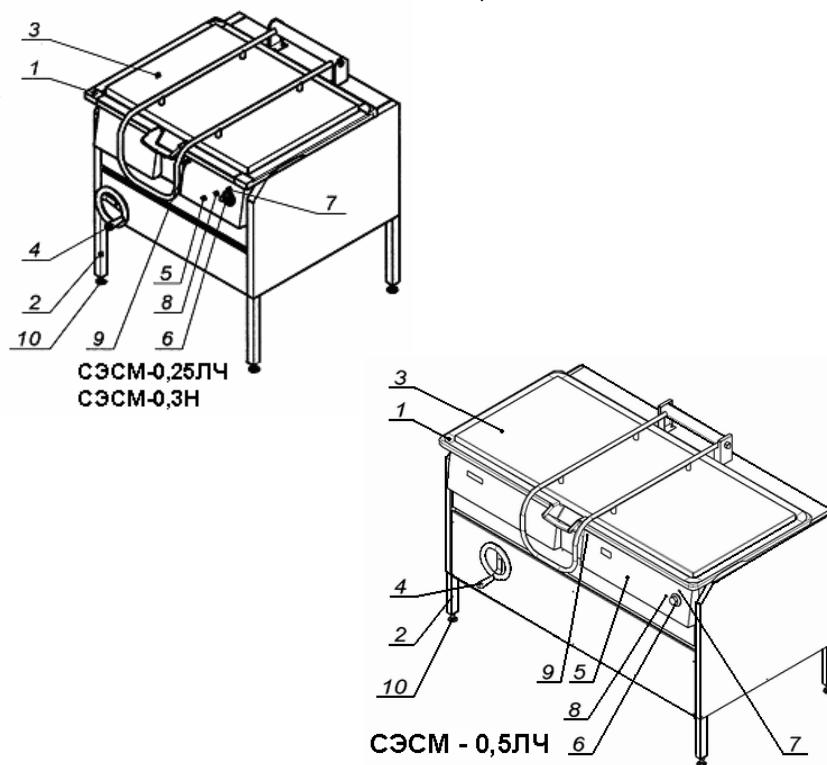
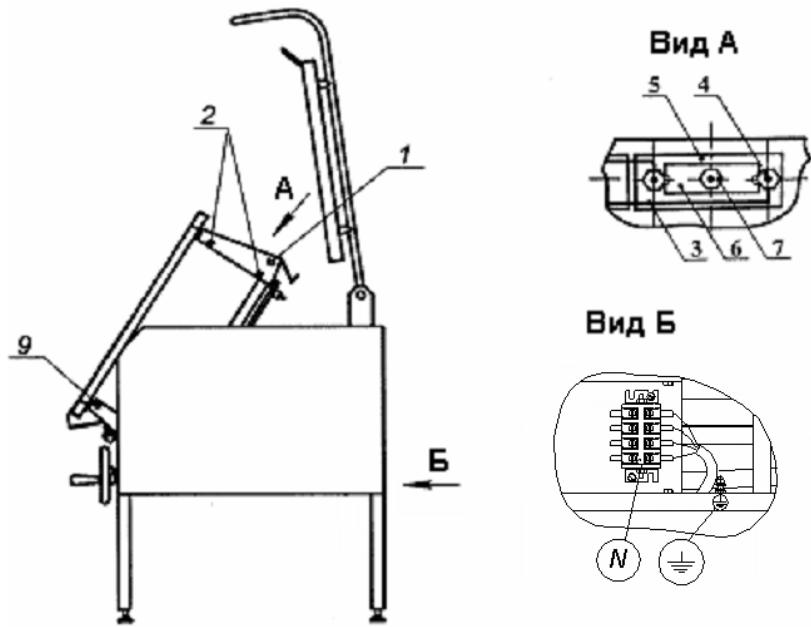

Рис.1
Рис.2
4.1 Общий вид сковород предложен на рис. 1
4.2 Сковорода представляет собой прямоугольную чашу (рис.1, поз.1), боковые цапфы которой шарнирно закреплены на раме (рис.1 , поз.2).
Нагрев чаши осуществляется ТЭНами, установленными под подом чаши. ТЭНы вставлены и закреплены с тыльной стороны чаши. Обслуживание и замена ТЭНов производится при открытой крышке, наклонённой в крайнее положение чаши и снятом кожухе (рис.2, поз. 1), для чего необходимо вывернуть 4 винта (рис.2, поз.2), крепящие кожух к чаше.
Сковорода оборудована терморегулятором капиллярным (рис.1,поз.6) пода чаши и сигнальными лампами (рис.1 поз.7, 8), установленными на правой лицевой панели (рис.1, поз. 5) чаши.
Лампа «сеть» (рис.1,поз.7) сигнализирует о включении сковороды в электросеть.
Лампа "работа" (рис.1, поз. 8) сигнализирует о подаче напряжения на ТЭНы.
Для удобства обслуживания, правая лицевая панель (рис.1,поз.5) может быть откинута на петлях, для чего необходимо вывернуть 2 винта (рис.1, поз.9 и рис.2, поз.9), крепящие панель к чаше.
Чаша накрывается откидной крышкой (рис.1, поз.3), снабженной пружинным механизмом, который обеспечивает легкий подъем и фиксацию крышки в открытом положении.
Слева, на раме, размещен механизм наклона чаши (рис.1, поз.4). Наклон чаши, для выгрузки продукта, осуществляется, при открытой крышке, вращением маховика по направлению стрелки "наклон". Возврат чаши в рабочее положение осуществляется вращением маховика в противоположную сторону. При наклоне чаши, с включенными ТЭНами, на угол более 12° от горизонтали, ТЭНы автоматически выключаются.
Регулируемые опоры (рис.1, поз.10) позволяют производить регулировку сковороды в горизонтальной плоскости и регулировку высоты сковороды в диапазоне от 840 до 860 мм.
9.5.1 Для доступа к ТЭНам, необходимо снять кожух (рис.2, поз.1), вывернув 4 винта (рис.2, поз.2).
- отвернуть гайки (рис. 2, поз. 4) и снять с ТЭНа шины (рис.2, поз.3);
- отвернуть гайку (рис. 2, поз. 7) и снять распорную планку (рис.2, поз. 6), заменить ТЭН;
9.5.2 Для доступа к датчику-реле температуры и сигнальным лампам, необходимо вывернуть два винта (рис.1, поз.9 и рис.2, поз. 9) и откинуть правую лицевую панель чаши (рис.1, поз. 5) на петлях.
6.8 Заземлить сковороду отдельным проводом. Зажим заземления расположен рядом с клеммной колодкой (рис. 2, вид Б).
6.11 Подключить клеммную колодку (рис. 2, вид Б) к электросети  $U = 380\text{В}$  согласно маркировке.